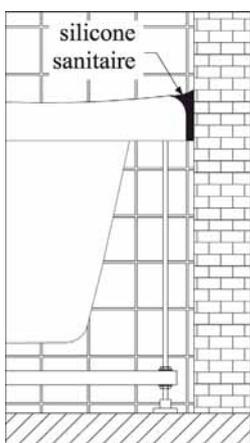

Fig. 1
L'installation est pratiquement terminée. Il ne vous reste plus qu'à réaliser un joint au silicone (voir fig. 1 ou 2), **baaignoire pleine**, pour l'étanchéité entre la baignoire et les parois.
- c) Posez entre les bords extérieurs de la baignoire **KINEDO** et le mur, un joint silicone de façon qu'en aucun cas les bords ne reposent directement sur les murs ou sur l'habillage et en appui sur une surface plane servant de support (voir fig. 1 ou 2).